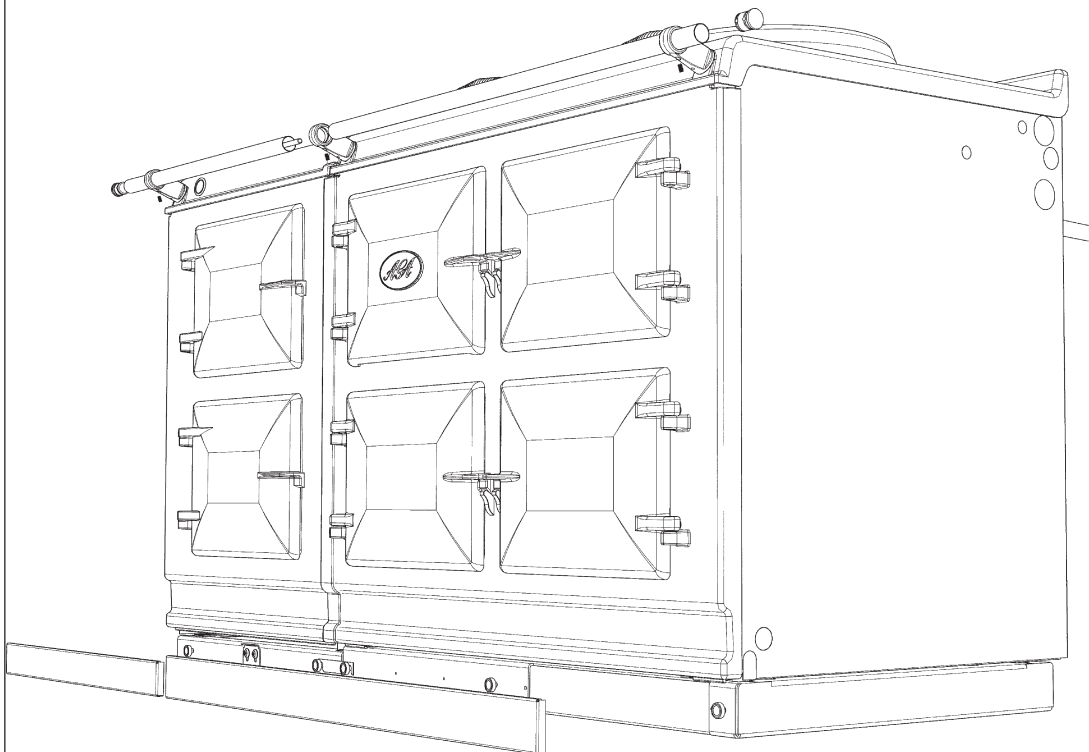

Fig. 20
11. Sugli elettrodomestici a cinque forni, installare il perno completamente filettato sull'inserto collocato a un'estremità del maniglione e poi far passare quest'ultimo attraverso la staffa (assicurandosi che il perno completamente filettato sporga dal lato destro del maniglione dell'armadio riscaldante) e avvitare assieme i maniglioni (Vedere Fig. 20).
14. Infine, installare il fascione del plinto sui magneti presenti sulla parte frontale del plinto assicurandosi che sugli elettrodomestici a cinque forni il lato destro del fascione del plinto del modulo si appoggi al lato sinistro del fascione del plinto di AGA Dual Control senza lasciare spazi. Assicurarsi che i fascioni del plinto siano collocati al centro e non sporgano su nessuno degli elettrodomestici (Vedere Fig. 20).